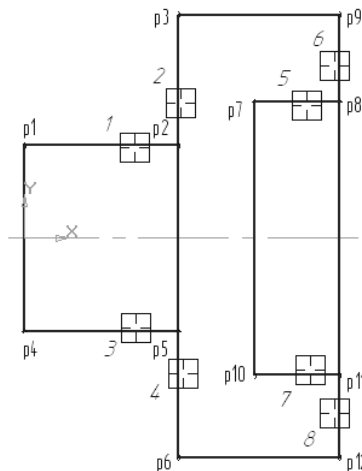

Рис. 13
5) В ответ на запрос системы **«Укажите первую кривую для построения скругления»** укажите курсором на отрезок 1 – 2 ближе к точке 2 (рис.13, мишень 1).
6) В ответ на запрос системы **«Укажите вторую кривую для построения скругления»** укажите курсором на отрезке 3 – 6 немного выше точки 2 (рис.13, мишень 2). Скругление построено. Команда остается в активном состоянии.